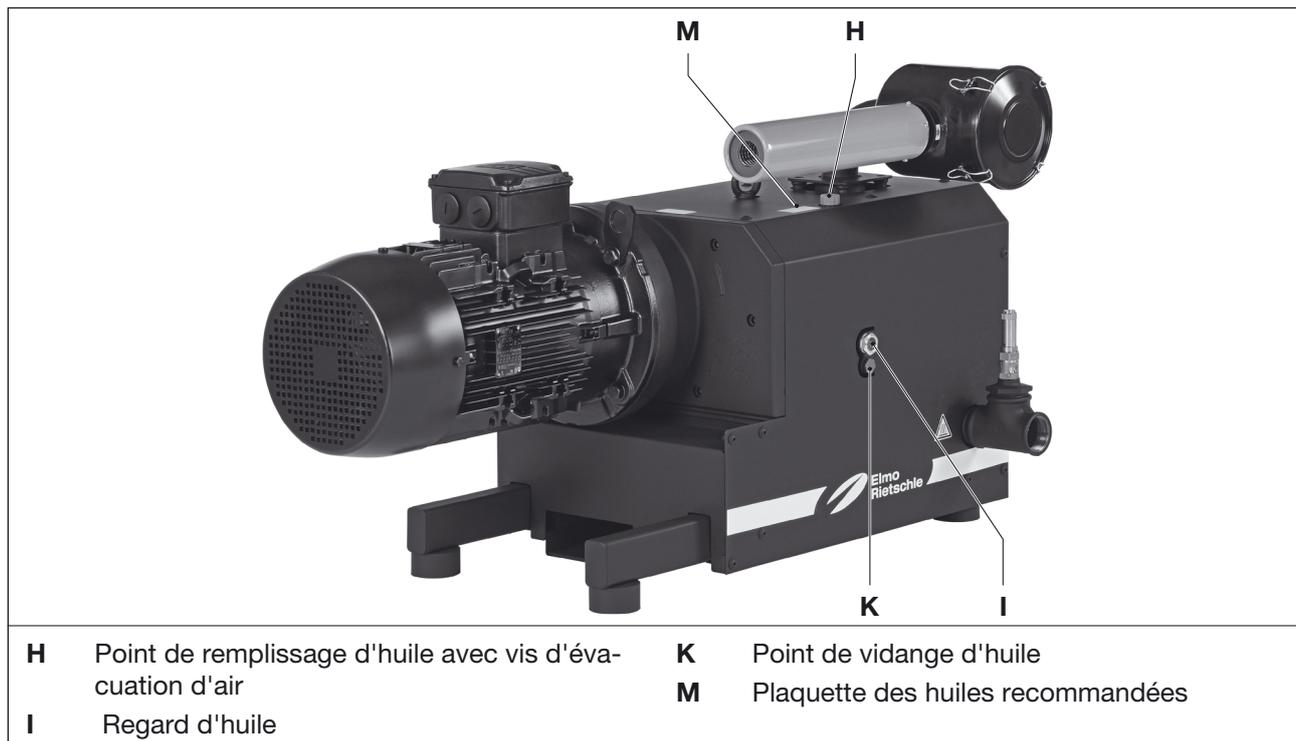

Fig. 7 Vidange d'huile
Comme matières consommables, nous recommandons d'utiliser les huiles Elmo Rietschle (voir également la plaquette des huiles (Fig. 7/M)) et Tab. 2 page 30:
Contrôlez tous les mois le niveau d'huile sur le regard d'huile (Fig. 7/I).
- b) Ouvrez le bouchon du point de remplissage d'huile (Fig. 7/H) et remplissez d'huile jusqu'au bord supérieur du regard (Fig. 7/I).
- Placez le récipient sous le point de vidange d'huile (Fig. 7/K).
- Ouvrez la vis du point de remplissage d'huile (Fig. 7/H), ouvrez le point de vidange de l'huile (Fig. 7/K) et vidangez complètement l'huile usagée.
- Obturez le point de vidange d'huile (Fig. 7/K) et versez de l'huile neuve par le point de remplissage d'huile (Fig. 7/H) jusqu'à ce que le niveau d'huile ait atteint le centre du regard d'huile.
- Fermez la vis sur le point de remplissage d'huile (Fig. 7/H).